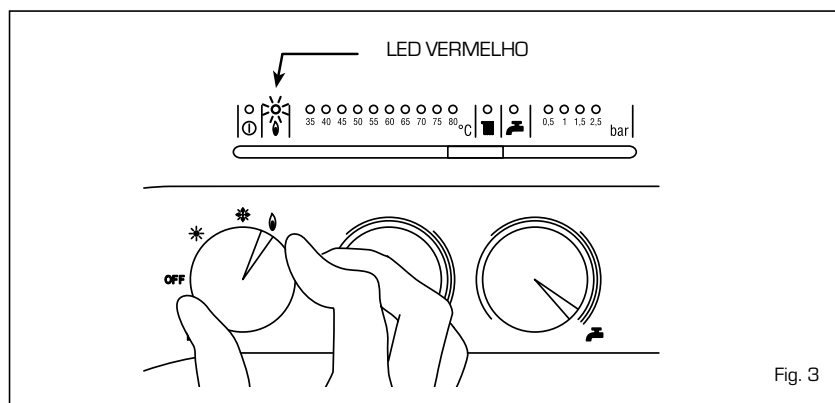

Fig. 3
- Bloqueio do acendimento (fig. 3)